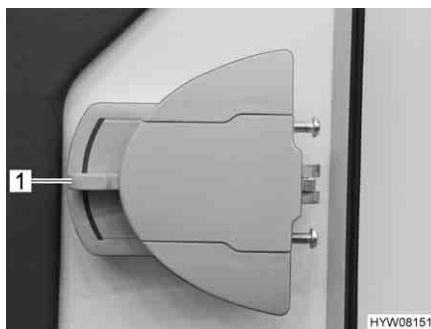

Fig. 35 Serratura della porta, lato interno
*Apertura:* ■ Premere la maniglia della porta (Fig. 35,1) verso il basso.
*Bloccaggio:* ■ Ruotare la maniglia della porta (Fig. 35,1) per circa 45° verso l'alto e lasciarla in questa posizione.